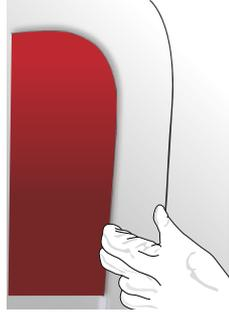

Abbildung 18
- › Das überschüssige Material der oben liegenden Folie wie auch das TIRODECO-Abdeckband bzw. der WRAPKNIFE-Schneidedraht sind zu entfernen. Die Folie ist mit dem Finger oder mit der mit Wollfilz überzogenen Kunststoffraker fest auf dem Rand anzubringen. (Abb. 18)